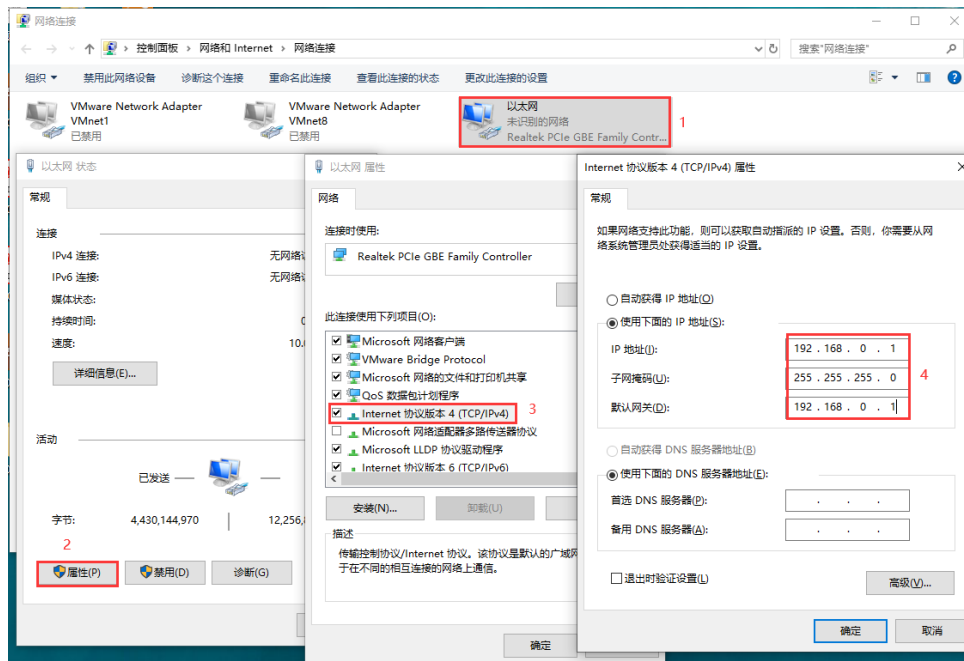

图 17-3 IP 参数设置界面
- (1) 将电脑 AA 的本地 IP 设置为静态 IP，设置参数如图 17-3 所示，设置参数如框 4 中所示。